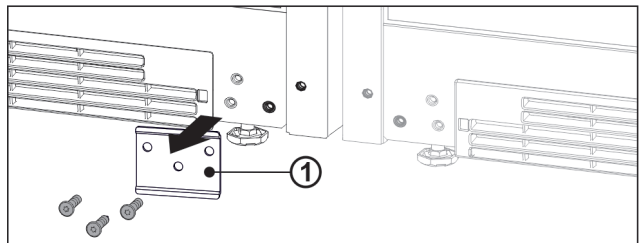

Fig. 14
- Om plåten Fig. 14 (1) är installerad ska den skruvas bort.